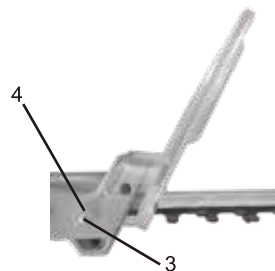

Fig. 7b
2. Insérer deux vis autotaraudeuses (3) à travers le protège-main et dans les trous correspondants (4) de chaque côté du support de la lame (Fig 7b).